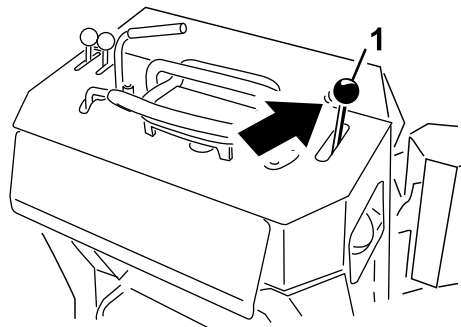

Figure 20
2. Abaissez la flèche (Figure 20).